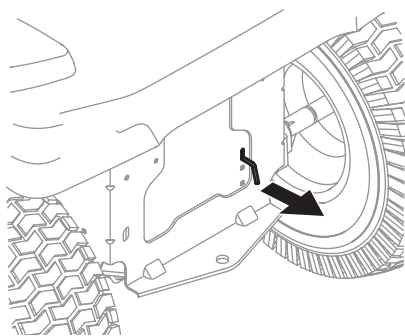

Figure 1
1. Engagez la tige de dérivation de la transmission pour déplacer le tracteur sans démarrer le moteur. La tige de dérivation de la transmission est située à l'arrière du tracteur, sur le châssis. Tirez la tige de dérivation pour l'engager. Voir Figure 1.
2. Après avoir déplacé l'appareil, effectuez les étapes (a) et (b) dans l'ordre inverse pour désengager les deux tiges de dérivation. Voir Figure 1.